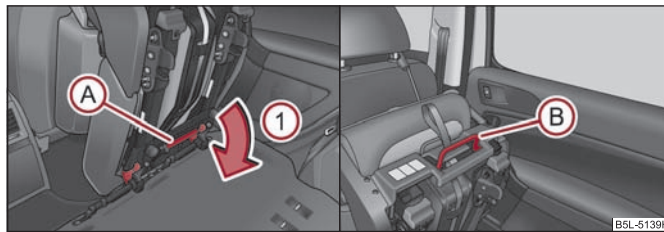

Fig. 70 Desbloqueo del asiento abatido / asa en la banqueta
- Desbloquear el asiento abatido presionando los bloqueos de asiento en sentido de la flecha ① ⇒ fig. 70.
- Retire el asiento por el asa en la banqueta (A) y (B) ⇒ fig. 70.
- Abatir el asiento exterior hacia delante ⇒ página 77 y desbloquearlo ⇒ página 77, fig. 70.